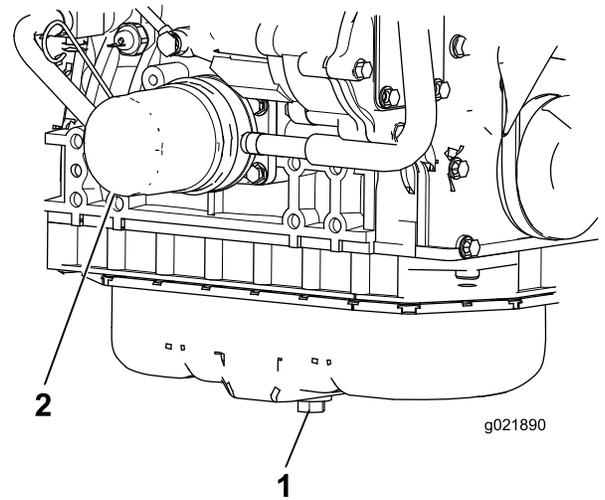

図 86
1. ドレンプラグを外してオイルを容器に受ける 図 86。
3. オイルフィルタ 図 86を外す。